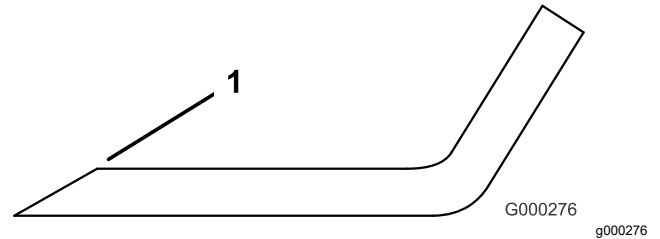

Figura 77
3. Inspeccione as extremidades de corte de todas as lâminas e afie-as se apresentarem sinais de desgaste ou ranhuras (Figura 77).
Nota: Afie apenas a zona superior da parte cortante e mantenha o ângulo de corte original para garantir um desempenho eficaz da lâmina (Figura 77). A lâmina manterá o equilíbrio se for retirada a mesma quantidade de metal de ambas as extremidades de corte.